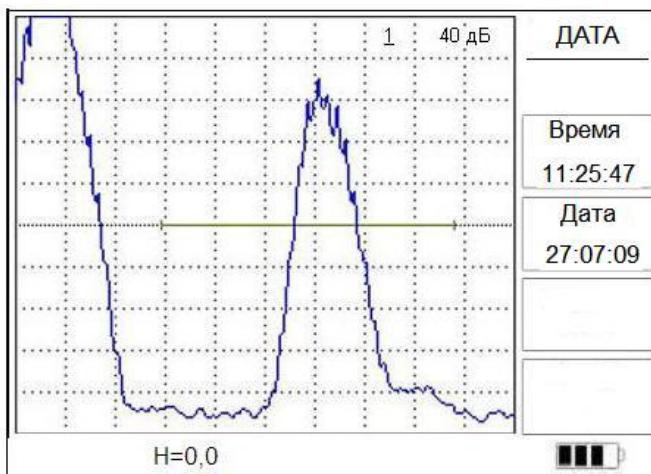

Рис.5.15.
5.4.10. Меню «ДАТА» содержит параметры «Время» и «Дата» (рис.5.15).